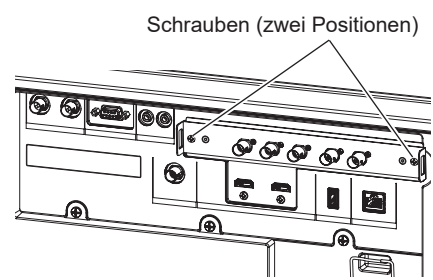

Abb. 3
- 3) **Sichern Sie das Projektionsobjektiv mit der beiliegenden Objektivbefestigungsschraube. (Abb. 3)**
- 3) **Fixieren Sie die Funktionskarte. (Abb. 3)**
3) Fixieren Sie die Funktionskarte. (Abb. 3)